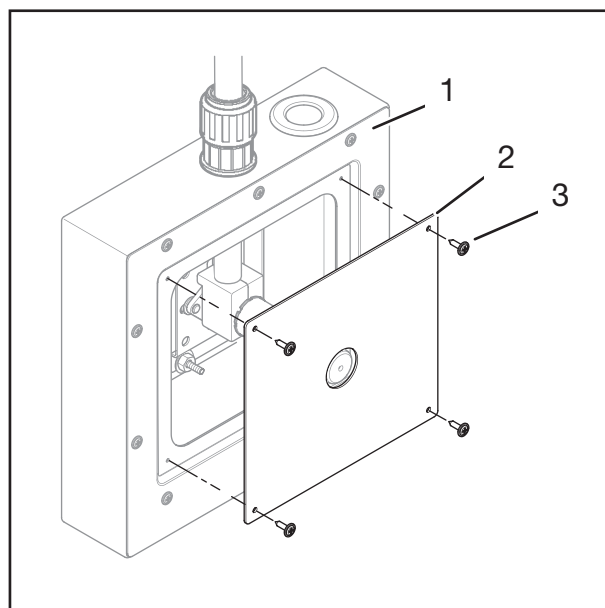

Fig. 10: Montering av servicelucka
1. Positionera serviceluckan (fig. 10/2) på ramen (fig. 10/1).
2. Skruva fast serviceluckan (fig. 10/2) på ramen (fig. 10/2) med tio TX 20-skrivar (fig. 10/3).